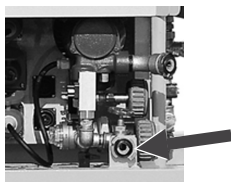

Bild 25: Reinigungshahn
- Wasserschlauch und Spritzpistole (Zubehör) an dem Reinigungshahn (Bild 25) anschließen
- ein Ende vom Mörtelschlauch mit dem entsprechenden Reduktions-Stück (M35/GEKA) am Reinigungshahn der Wasserarmatur ankoppeln (s. Bild 25, S. 55)